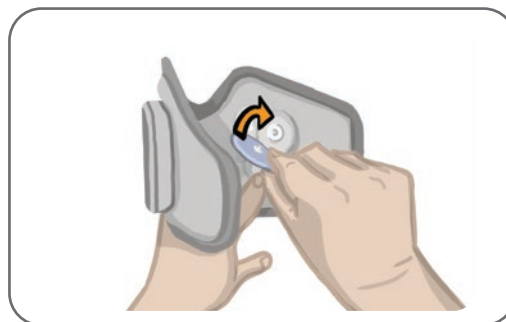

Figure 11-6 : Fixation des électrodes rondes en tissu de la jambièrre
6. Fixez les électrodes rondes en tissu aux bases des électrodes. Reportez-vous à la figure 11-6.